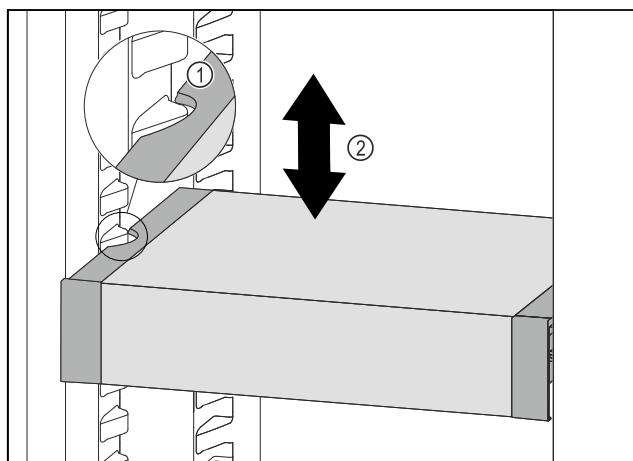

Fig. 110
- ▶ VarioSafe w chłodziarce przesunąć w górę lub w dół, aż zostanie osiągnięta żądana wysokość. Fig. 110 (2)